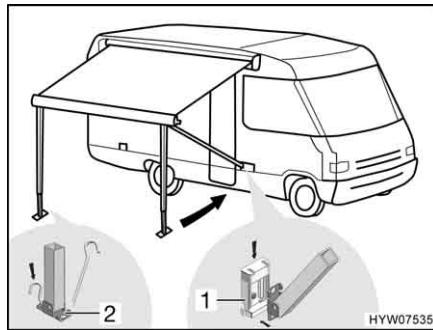

Fig. 34 Fissaggio dei montanti di supporto
- Incastrare i montanti di supporto nei supporti (Fig. 34,1) sul veicolo (se presenti), oppure fissarli sul terreno con dei puntelli (Fig. 34,2).